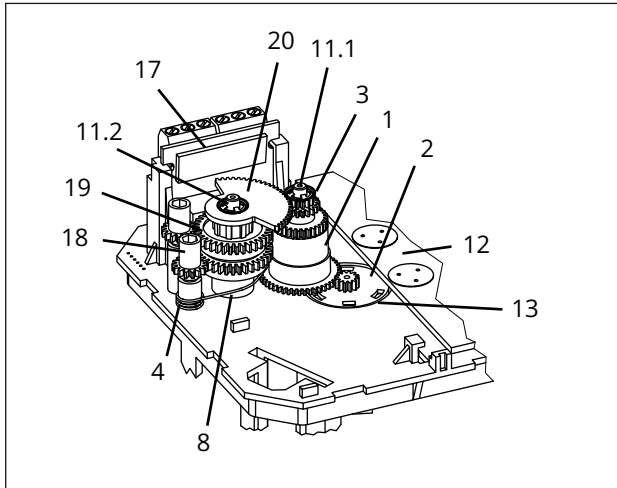
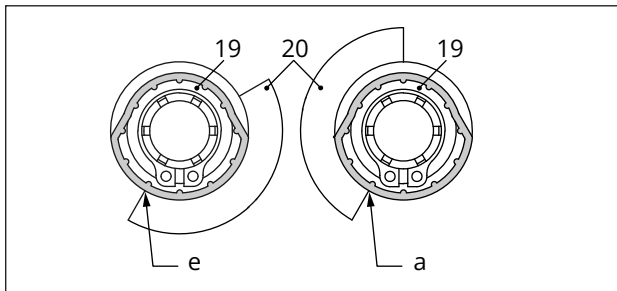

図 20: アクチュエータ タイプ 3374 の内部図
図 21: 制御カムとスイッチキャリア
制御カム (19) は、カムホルダー (20) とリテーニングリング (9) に予め取り付けられており、これらを合わせて制御カムユニット (21) を構成しています (図 21 を参照)。
4. 調整ギア (18) をそれらのスピンドルの上からスライドし、ねじ (16) を 1 個ずつ使用して固定します。調整ギアが容易に回ることを確認します。必要な場合は、ねじを少し緩めます。
5. 図 21 に示されるように、アクチュエータ軸の位置に対応して、カムホルダー (20) 上で制御カム (19) を回します。
6. スピンドル (11.2) の上からスペーサー (8) をスライドします。テンションスプリングの長いワイヤが、スペーサーと中間ギア上に載ることを確認します。
7. 図 20 に示されるように、アクチュエータ軸の位置に対応して、制御カムユニット (20) をスピンドルの上からスライドします。制御カムユニットの最遠端の歯が中間ギア (1) の歯車に嵌ることを確認します。また、調整ギア (18) が制御カムユニット (20) の対応するギアに適切に嵌る必要があります。
8. 制御カムユニット (21) と中間ギア (1) を歯付きリング (3) で固定し、歯付きリングを最後まで押し下げます。
9. 端子盤 (17) を、スイッチがギアの方を向くように、サポートのベース部に約 45°の角度で配置します。端子盤が垂直な姿勢になりサポートに正しく嵌るように、端子盤の上端をギアの方に傾けます。